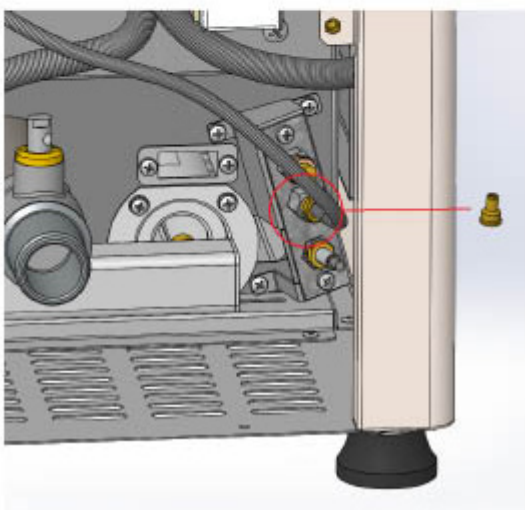

Fig. 2
- 2) Dévisser le tuyau d'alimentation de la veilleuse à l'aide d'une clé de 10 (fig. 2).